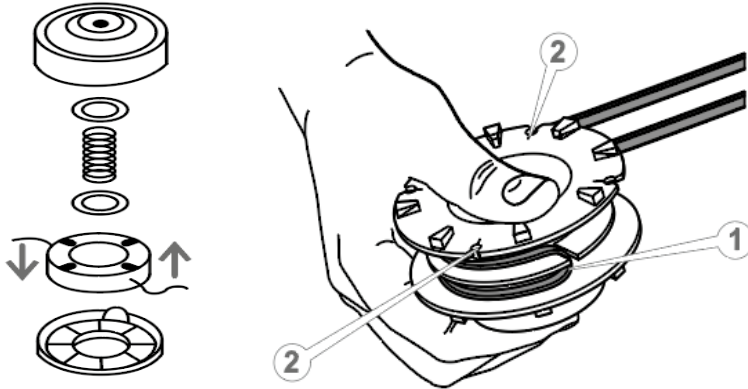

Рисунок 16. Схема заміни жилки у різальній головці.
- зняти кришку різальної головки й витягнути катушку (див. рис. 16);
- протягнути жилку на місці вигину у проріз (1, рис. 16) катушки;
- протягнути кінці жилки у прорізи (2, рис. 16) катушки і потім в отвори корпусу різальної головки.
Для перевірки стану свічки запалювання необхідно від'єднати ковпак із свічки запалювання, видалити бруд довкола електрода і свічки запалювання. Використовуючи свічковий ключ, викрутити свічку запалювання, оглянути її на цілісність. Якщо ізолятор свічки має тріщини, сколи – замінити свічку запалювання. У випадку повторного використання – зачистити свічку металевою щіткою. Заміряти зазор між електродами, за необхідності відкоригувати розмір зазору, підігнувши електрод, або замінити на нову свічку запалювання. Зазор між електродами має бути таким, як зображено на рис. 16. Компресійна шайба свічки запалювання не повинна бути значно деформована або пошкоджена. Повернути свічку запалювання на передбачене місце.